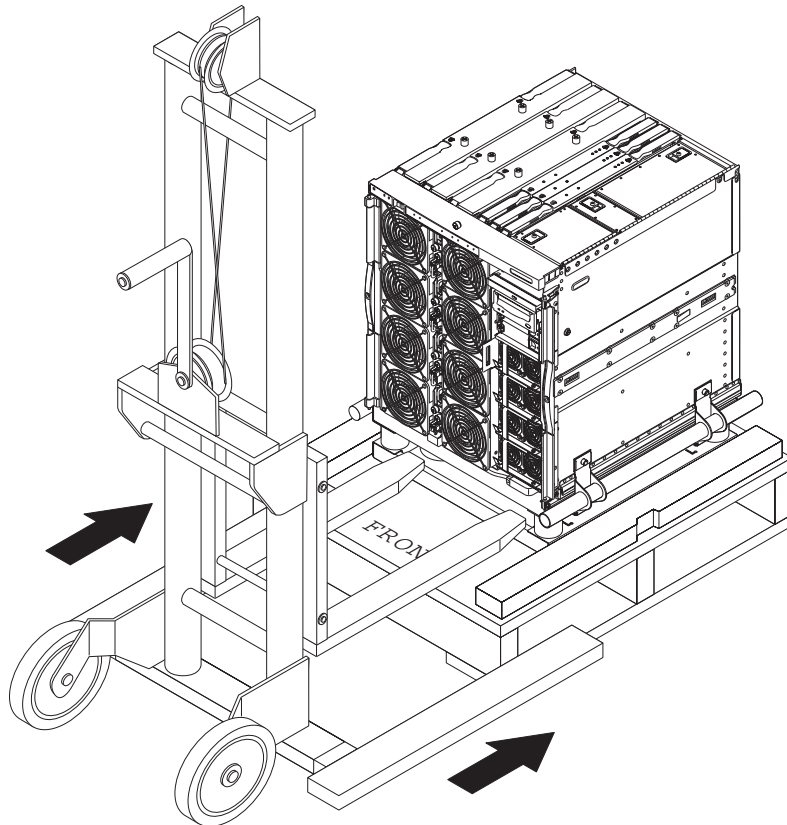

図 1-8 架台へのリフターの挿入
2. リフターのフォークを架台の開口部に完全に差し込みます (図 1-8)。